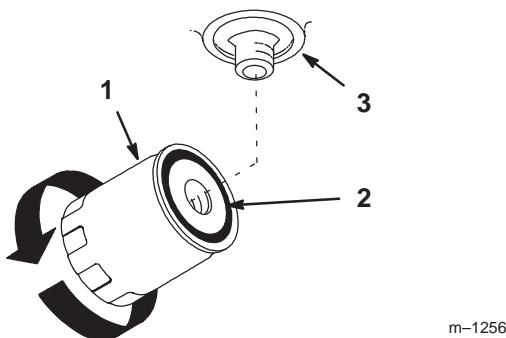

Figure 51
5. Appliquez une fine couche de liquide hydraulique sur le joint en caoutchouc du filtre de rechange (Fig. 51).
8. Quand le liquide déborde, tournez le filtre dans le sens horaire jusqu'à ce que le joint en caoutchouc rejoigne l'adaptateur, puis donnez un demi-tour supplémentaire (Fig. 51).